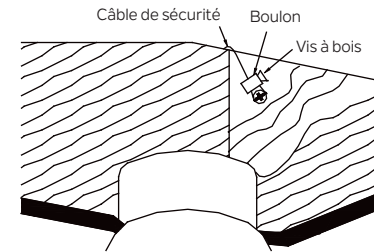

Fig. 12
Étape 2. Insérez le câble de sécurité à travers le support de montage et l'un des trous du boîtier de sortie dans le plafond. Ajustez la longueur du câble de sécurité pour atteindre la vis et les rondelles en tirant le câble supplémentaire à travers le serre-câble jusqu'à ce que la longueur totale soit correcte, remettez l'extrémité du câble à travers le serre-câble, formant une boucle à l'extrémité du câble. Serrez fermement le serre-câble. Maintenant, placez la boucle à l'extrémité du câble de sécurité sur la vis à bois et sous la rondelle. Serrez fermement la vis à bois. (Fig. 12)